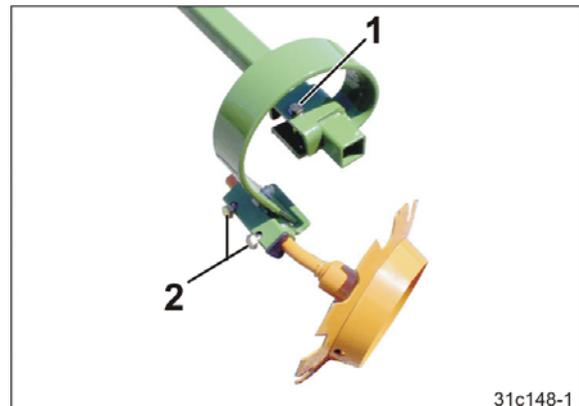

Fig. 204
4. Die Schraube (Fig. 204/1) lösen.
6. Beide Schrauben (Fig. 204/2) lösen.